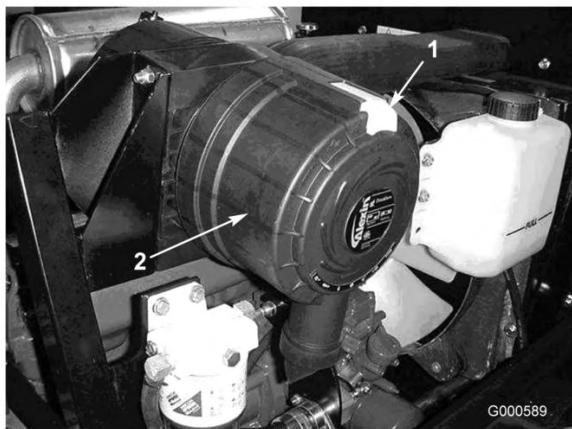

Figura 32
1. Tirate il fermo verso l'esterno e ruotate il coperchio del filtro in senso antiorario (Figura 32).